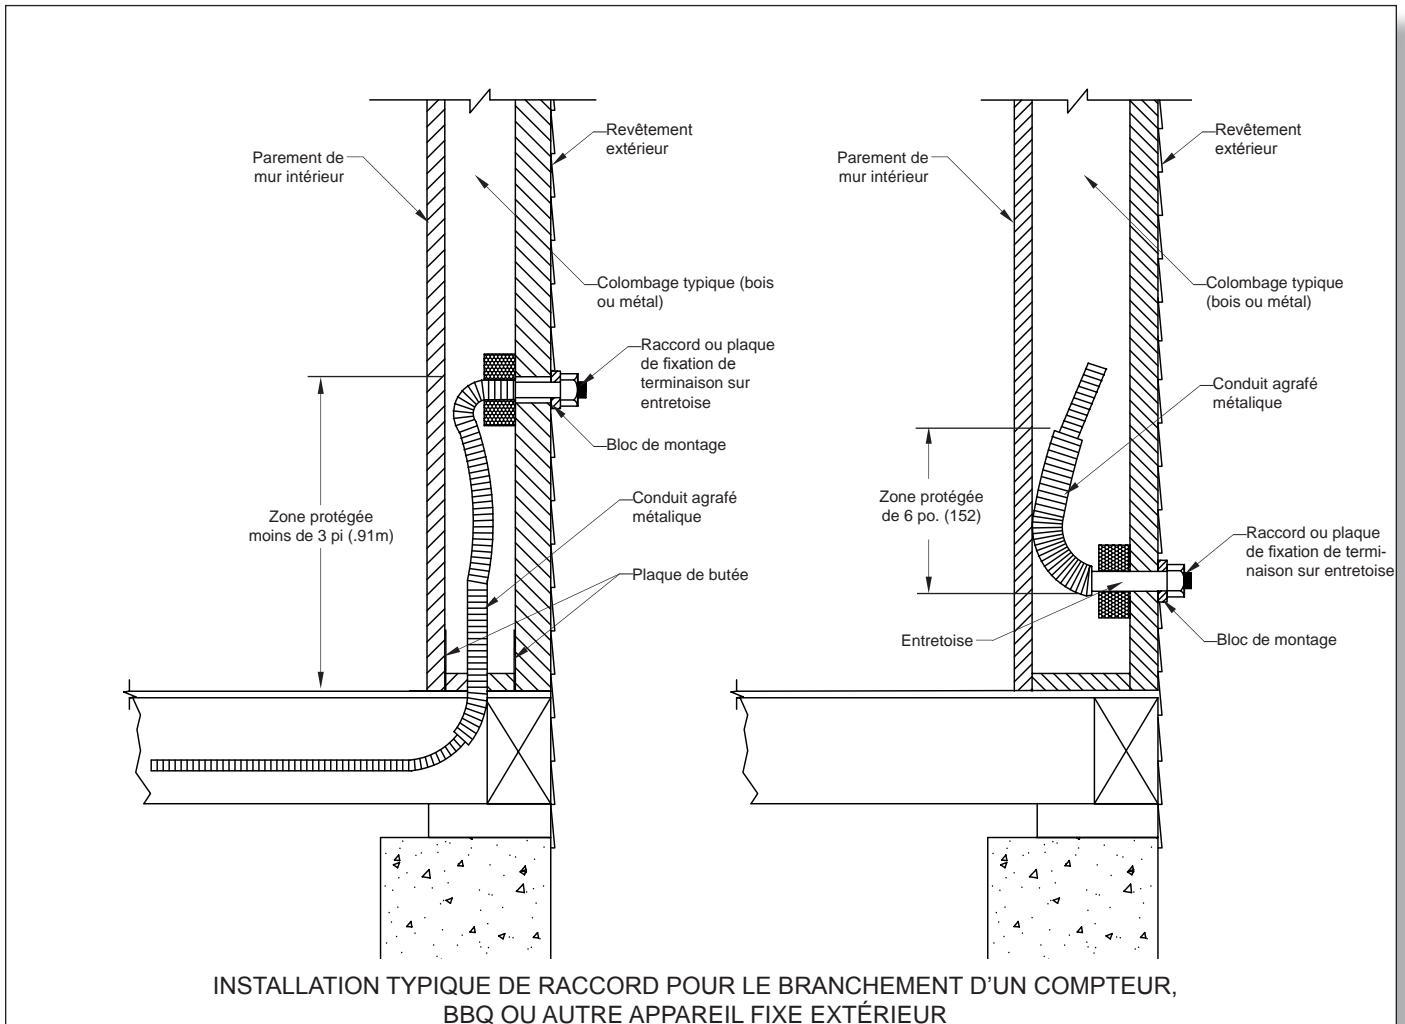
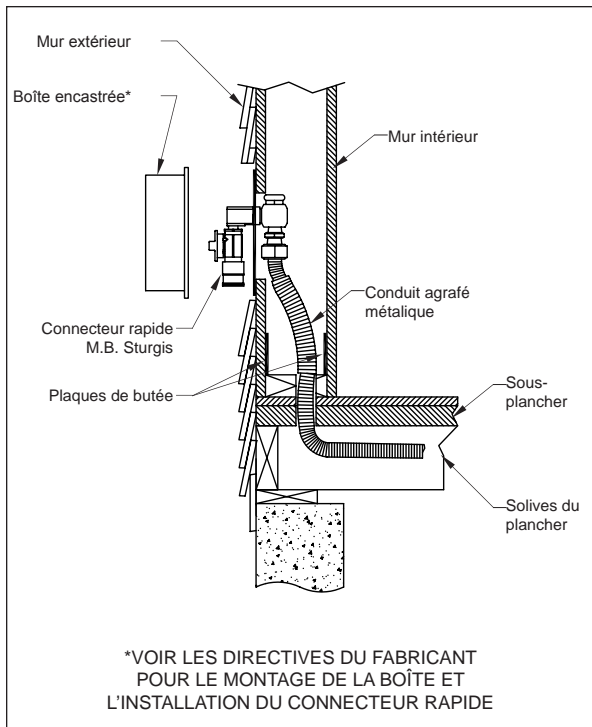

FIG. 4-23 Raccord Ou Plaque De Raccord D'extrémité Installé Sur Un Mur Extérieur
FIG. 4-24 BRANCHEMENT D'UNE CONNEXION RAPIDE À UN BBQ
- Un barbecue mobile doit être raccordé à l'aide d'un connecteur pour appareils extérieurs approuvé qui doit être fixé au système DIAMONDBACK™ soit par un raccord de terminaison ou une plaque de raccord de terminaison, comme indiqué dans la FIG. 4-23 ou à un connecteur rapide tel que le M.B. Sturgis illustré à la FIG. 4-24. Le M.B. Sturgis doit être installé conformément aux exigences du fabricant.
- Les appareils au gaz montés sur des dalles ou des blocs de béton, comme les pompes à chaleur, climatiseurs, chauffe-piscines et systèmes de ravitaillement pour véhicules au gaz naturel (NGV) doivent être raccordés au raccord de terminaison ou une plaque de raccord d'extrémité du système DIAMONDBACK™ à l'aide d'un tube rigide ou d'un connecteur approuvé pour appareil extérieur, tel qu'indiqué dans la **FIG. 4-24 & 4-28**. Dans la plupart des cas, l'équipement monté sur dalle est considéré comme étant "fixe" s'il n'est pas déplacé pour le nettoyage et l'entretien, etc (par exemple, les climatiseurs).